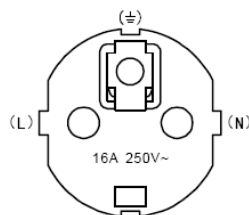

Figura 8: Illustrazione dei collegamenti da eseguire sulla spina.
- Aprire la spina e collegare ai morsetti i cavi di alimentazione della pompa di calore. Assicurarsi che i collegamenti elettrici siano eseguiti rispettando quanto illustrato nella figura seguente, Figura 8. Denominazione dei morsetti: